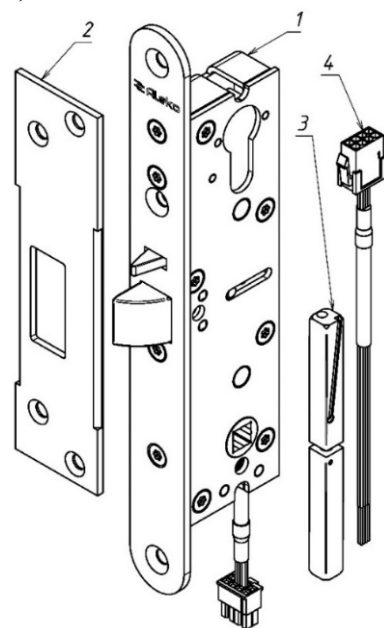

Рисунок 1
3.1 В комплект поставки замка ALM-488EM входят (рисунок 1):
- Корпус (1)– 1 шт.
- Запорная планка 307 (2).....– 1 шт.
- “Разрезной” Квадрат ручки 8х8 мм (3).....– 1 шт.
- Кабель соединительный EM-08 0,15м (4) ..– 1 шт.